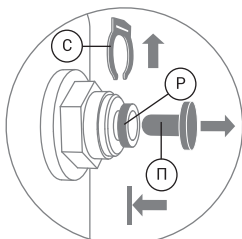

Рис. 4
5. Удалите стопорную клипсу (С), удерживая цанговое кольцо (Р) прижатым к основанию, аккуратно извлеките транспортную заглушку (П) (рис. 4). Подобным способом удалите все транспортные заглушки.